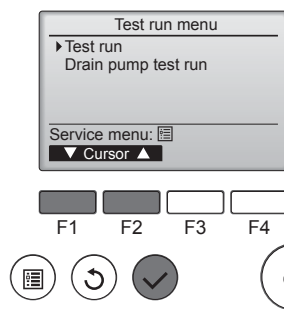

Fig. 7-4
- ④ Selecciona "Test run" (Testar funcio.) com o botão [F1] ou [F2] e prima o botão [OK]. (Fig. 7-4)